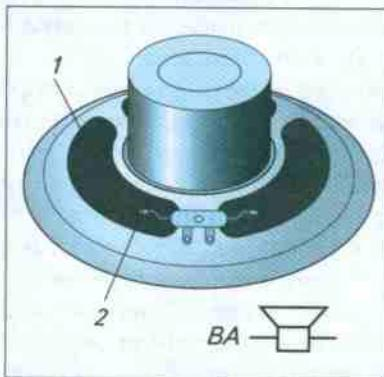

Рис. 20. Малогабаритный громкоговоритель:
**Громкоговоритель** имеет то же назначение, что и телефон, только отличается от него, как следует из самого названия, громкостью, или амплитудой воспроизводимых звуковых колебаний. Наиболее широкое распространение получили так называемые **электродинамические громкоговорители**. Малогабаритный громкоговоритель, используемый в карманных радиоприёмниках (рис. 20), состоит из кольцевого постоянного магнита, внутри которого находится лёгкая подвижная катушка со стержнем, жёстко связанная с бумажным конусом — диффузором. Катушка (она называется звуковой) не соприкасается ни с магнитом, ни со стержнем и может свободно перемещаться. Если по катушке проходит переменный ток, то образуется переменное магнитное поле, взаимодействующее с полем постоянного магнита. В результате возникают механические колебания со звуковой частотой, передаваемые диффузору и от него окружающему воздуху.